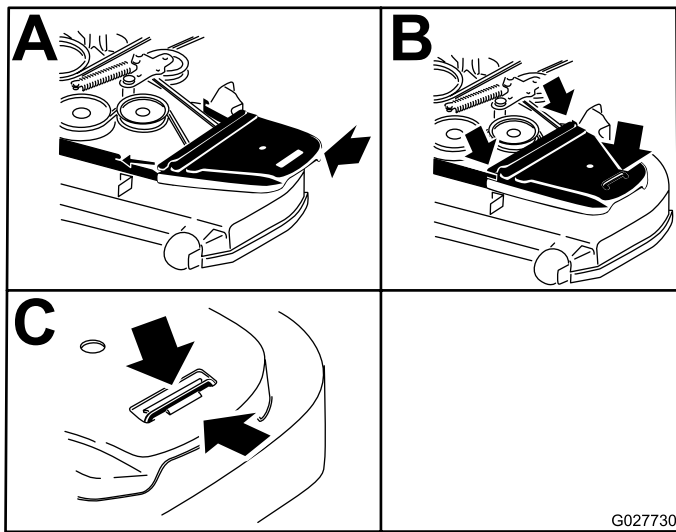

Figura 92
9. Asegúrese de que la pestaña de la guía de la correa entra en contacto con el buje pivotante (Figura 92).
11. Instale las cubiertas de la correa (Figura 92).